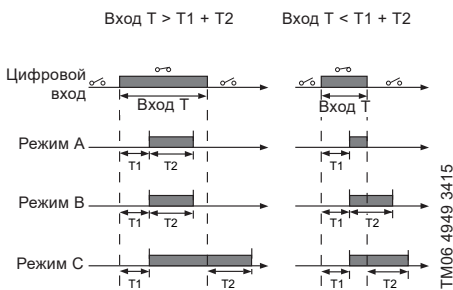

Рис. 41 Функция таймера длительности для цифровых входов
- Выберите режим. См. рис. 41.
Выберите режим таймера длительности. См. рис. 41.